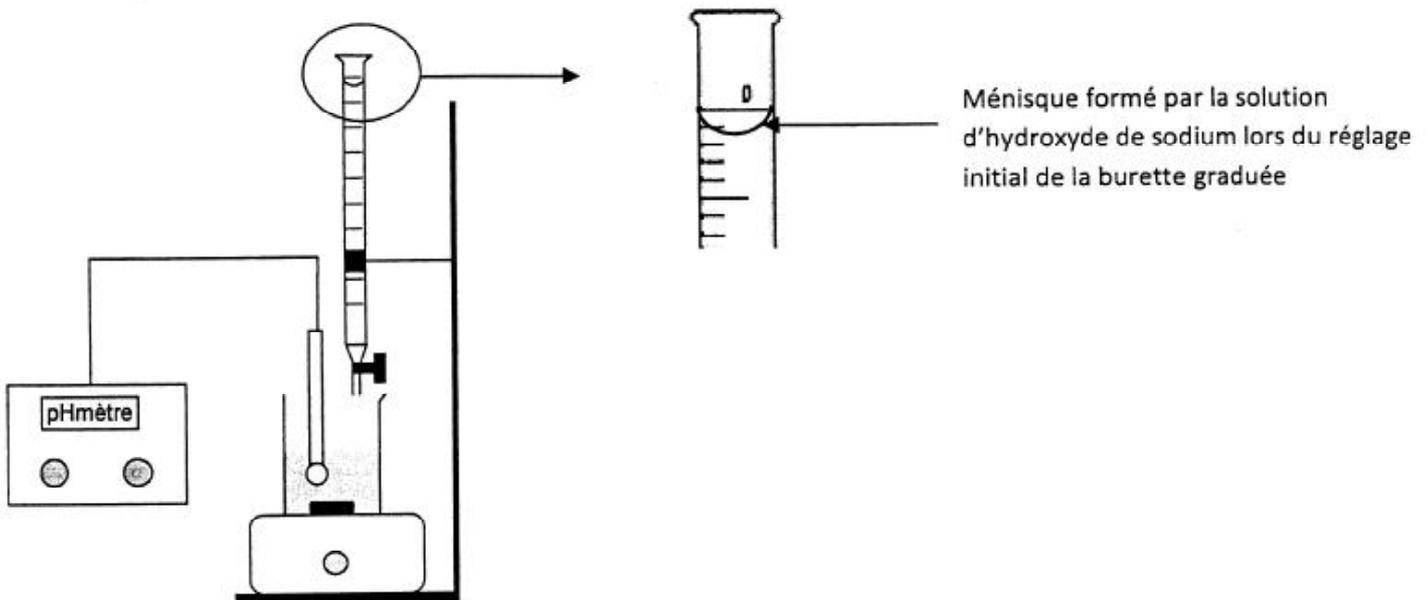

Figure 1
- 2.2. Le schéma du dispositif de dosage est donné en **figure 1 de l'annexe page 8** ainsi qu'une vue agrandie de la partie supérieure de la burette graduée. Le réglage initial de la burette a-t-il été correctement effectué ? Expliciter la réponse.